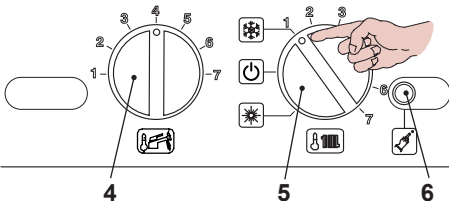

Fig. 5.33
- Prima di alimentare elettricamente la caldaia posizionare le manopole 4 e 5 come indicato in Fig. 5.33.
- Per settare il funzionamento con Termostato bisogna entrare nella programmazione premendo per 10 secondi il pulsante di ripristino 6, in Fig. 5.33 fino alla comparsa del parametro **P01** sul display LCD; sul display LCD compare la seguente visualizzazione (la sequenza **P01** si alterna ---).
- Premere più volte il pulsante di ripristino 6, in Fig. 5.33 per lo scorrimento dei vari parametri, sino al raggiungimento del parametro **P03**, valido per la verifica del funzionamento del bollitore con termostato. Il valore che si visualizza nel LCD è già impostato e deve essere **04**.
- Per settare il funzionamento con Sonda NTC bisogna entrare nella programmazione premendo per 10 secondi il pulsante di ripristino 6, in Fig. 5.33 fino alla comparsa del parametro **P01** sul display LCD; sul display LCD compare la seguente visualizzazione (la sequenza **P01** si alterna ---).
- Premere più volte il pulsante di ripristino 6, in Fig. 5.33 per lo scorrimento dei vari parametri, sino al raggiungimento del parametro **P03**, valido per la verifica del funzionamento
- Il valore che si visualizza nel LCD è **04**, ruotare la manopola settaggio caldaia 4 in Fig. 5.33, portandola al minimo.
La seguente tabella mette in correlazione il settaggio della manopola caldaia 4 in Fig. 5.33 con la visualizzazione presente nel LCD per il parametro **P03**.
- Ripremere il pulsante di ripristino 6 per entrare nella programmazione **P04**, il valore di partenza visualizzato dal LCD è **04**, ruotare la manopola di settaggio caldaia 4 in Fig. 5.33 di 90° in senso orario, il valore visua-
La seguente tabella mette in correlazione il settaggio della manopola caldaia 4 in Fig. 5.33 con la visualizzazione presente nel LCD per il parametro **P04**.